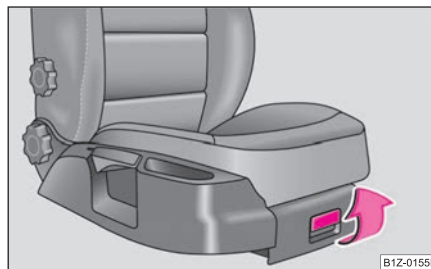

Fig. 106 Asiento del acompañante: Portaobjetos
- Para abrir la tapa, inclinar el cierre y levantar la tapa ⇒ fig. 106.